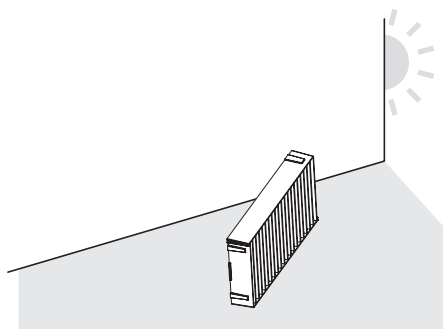

Abb. 2
- Ziehen Sie den Luftfiltereinheit-Rahmen aus den Laschen des Projektorgehäuses heraus, während Sie leicht im Bereich der Rahmenmitte an der Vorderseite (mit dem Objektiv) nach innen drücken, wie durch den Pfeil gezeigt. Ziehen Sie den Rahmen an der den Laschen entgegengesetzten Seite heraus, um die Luftfiltereinheit zu entfernen. (Abb. 2)
#### 2) Trocknen Sie die Luftfiltereinheit. (Abb. 2)